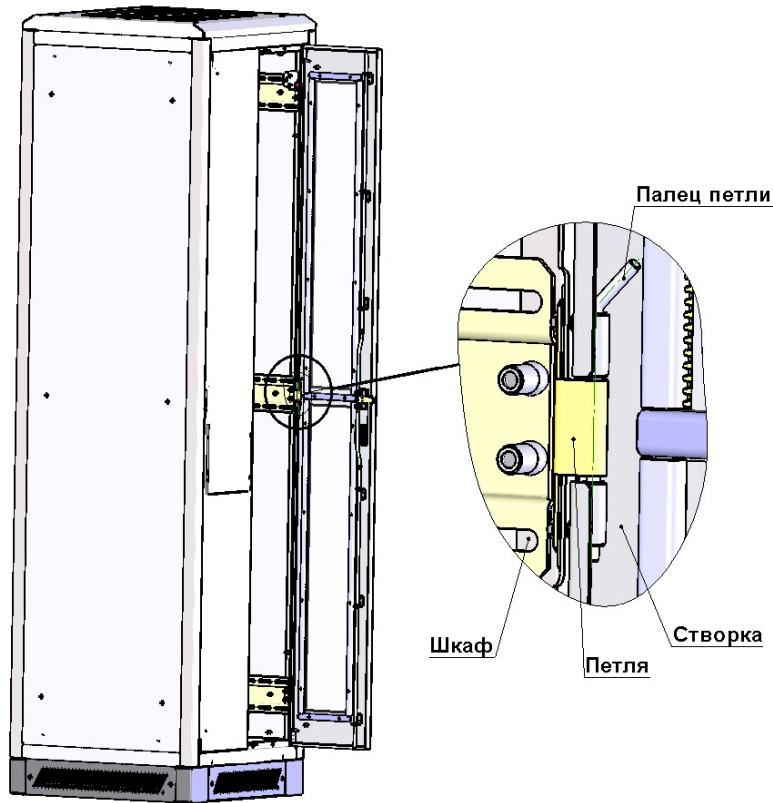

Рисунок 3 – ВЗУ-ЭЦС-Е
4.6.1 Для установки створки необходимо закрепить створку в нижней и верхней петле, установить «палец петли» из комплекта поставки в среднюю петлю (см. рисунок 3).